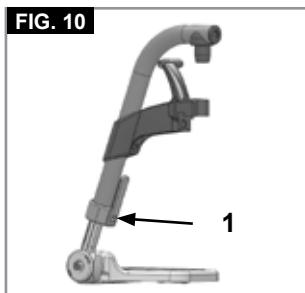

FIG. 10
Para usuarios con piernas más largas, el soporte de pierna puede bajarse al nivel adecuado mediante los tornillos (1). Afloje los tornillos, tire de los tubos hasta colocarlos en la posición deseada, y luego vuelva a ajustar los tornillos (Consulte la página de "Presión"). Se deberá mantener un espacio de 2,5 cm entre las plataformas del reposapiés y el suelo, (Fig. 10).